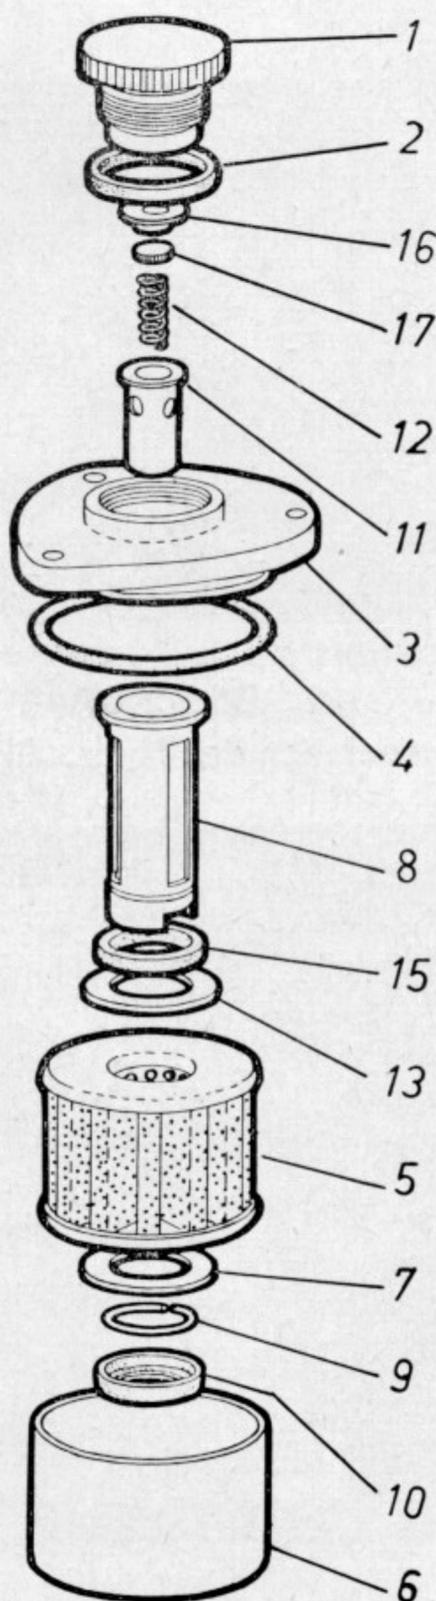

Bild 211. Siebsterne herausnehmen
b) Siebsterne herausnehmen (Bild 211) und mittels weicher Bürste in Waschbenzin reinigen. (Wenn Preßluft vorhanden, untere Mittelöffnung zuhalten und von oben Luft durchblasen, so daß das Filter von innen nach außen gereinigt wird.)